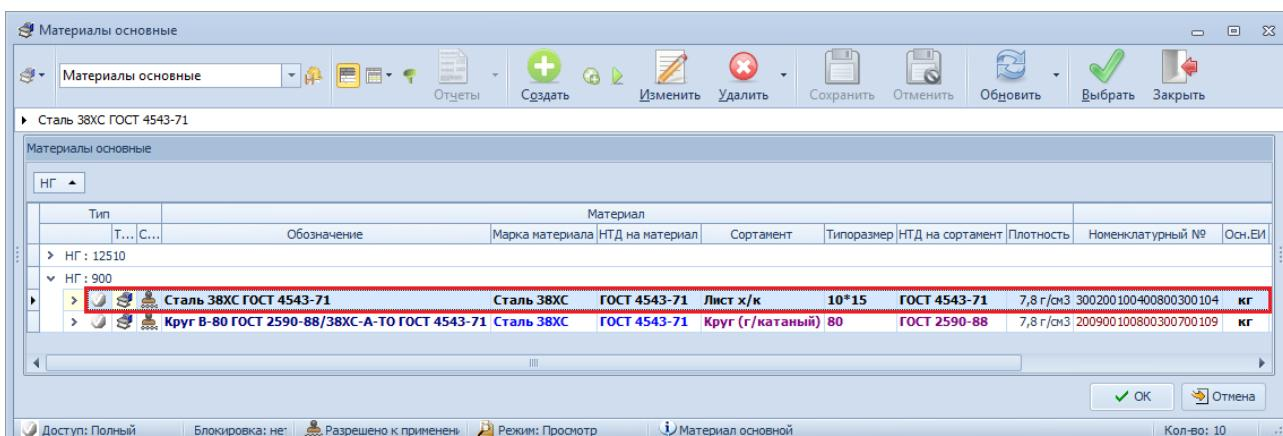

Рисунок 102. Пример выбора материала в окне справочника
- «**Марка материала**» — выбрать материал в окне справочника «**Материалы основные**» (рис. 102). При этом поля «**НТД на материал**», «**Сортамент**», «**НТД на сортамент**» и «**Типоразмер**» должны заполниться автоматически соответствующими данными от выбранного материала;